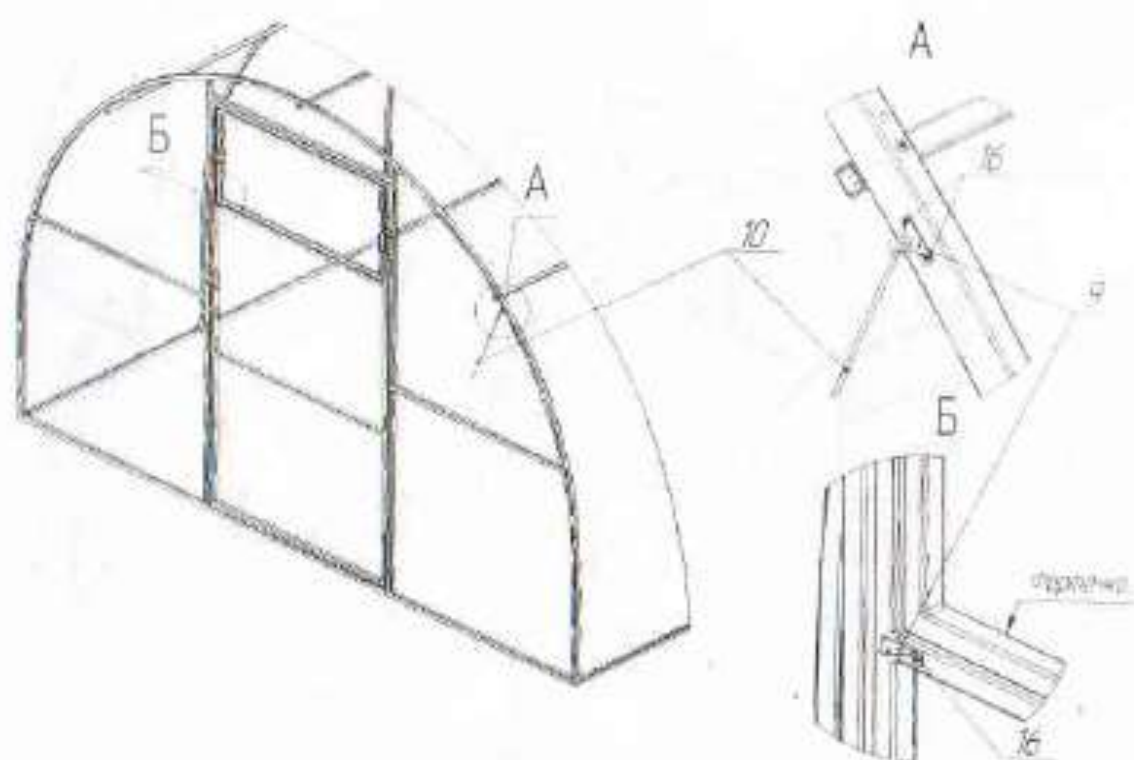

Рис. 7
6.7 Установите крючки для фиксации форточки и двери в открытом состоянии (рис. 7). Если форточка закрыта на задвижку, крючок фиксирует в открытом положении дверь.